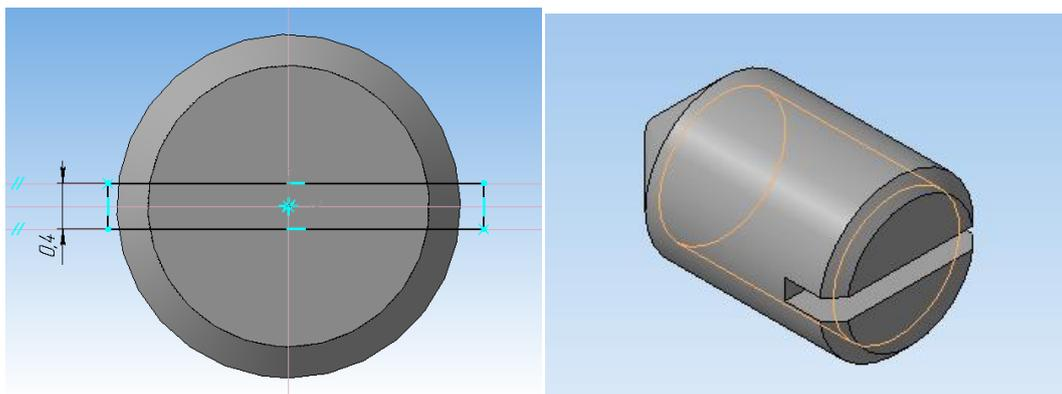

Рисунок 98.
6. Выполнение шлица на винте - выберите для создания эскиза торец винта. Создайте эскиз (рисунок 98).